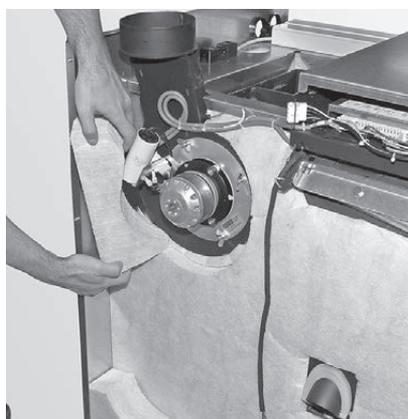

Fig. 38 Rimuovere l'isolamento sul ventilatore gas combusti
- ▶ Rimuovere l'isolamento intorno al ventilatore gas combusti – Fig. 38.